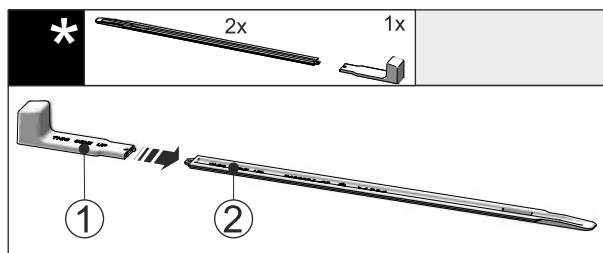

Fig. 47
- ▶ Поставете монтажната дръжка Fig. 47 (1) на нивелиращата релса Fig. 47 (2).